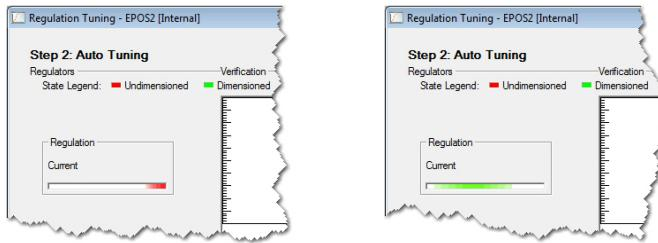

図 3-33 制御ゲイン・チューニング - ステータス・バー
- まず始めに、制御ゲインの調整を行います。その間、モータ出力軸は振動し、モータから異音が発生します。また、ステータス・バーは赤色で動いています。（→ 図 3-33, 左側）
- 次に、見つけられた制御ゲインはモータを動かし確認します。そのときステータス・バーは緑色に変わり動いています。（→ 図 3-33, 右側）